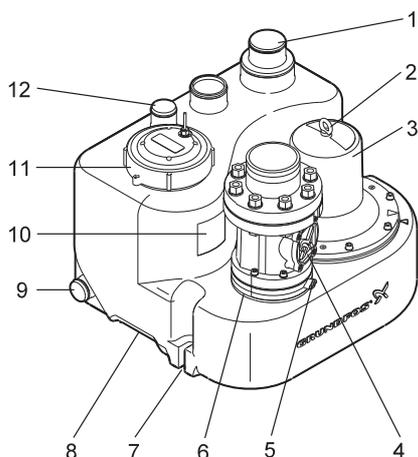

Рис. 1 MSS
**Транспортировка насосной станции должна осуществляться с помощью ручек, отлитых в днище сборного резервуара, смотрите поз. 8 на рис. 1 и 2.**